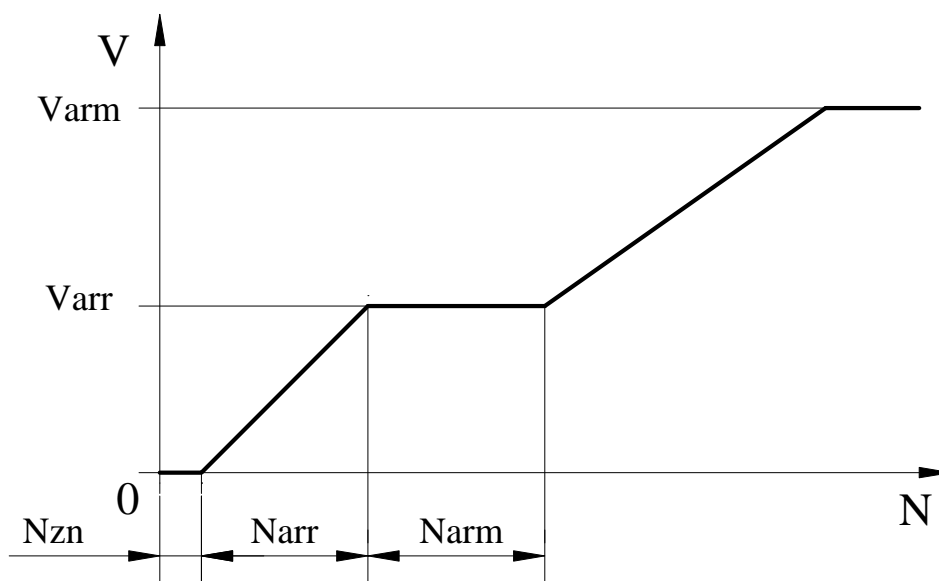

Рис.6. Скорость удержания в зависимости от расстояния до точки удержания.
3.9.8.5. **Номер 4** – Varr (мм/сек) – малая скорость движения при удержании (арретировании) (**рис.6**).
3.9.8.6. **Номер 5** – V_{arm} (мм/сек) – максимальная скорость движения при удержании (**рис.6**).
3.9.8.7. **Номер 6** – N_{arm} (0-100 мм) – участок скорости движения при удержании, где $V=V_{arr}$ (**рис.6**).